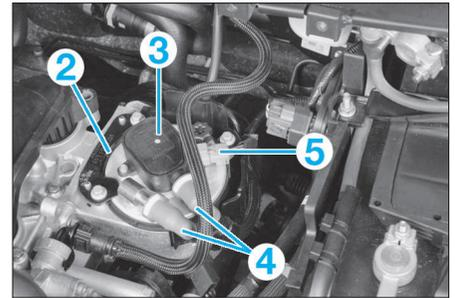

FIG. 42
- la tôle d'arrêt (2) (Fig.42).
! Si le filtre doit être remplacé, déposer puis récupérer le réchauffeur (3) (Fig.42).